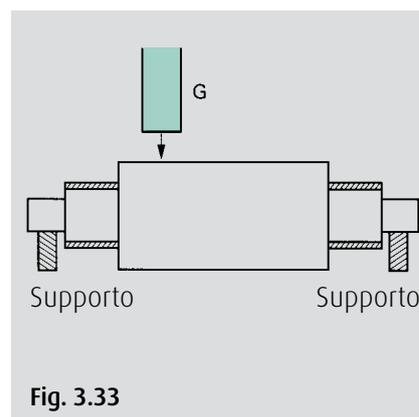

Fig. 3.33
4. Ultimato il lavoro sulla superficie della pista di rotolamento dell'anello interno, rettificare la superficie del cilindro di laminazione. (Fig. 3.33)